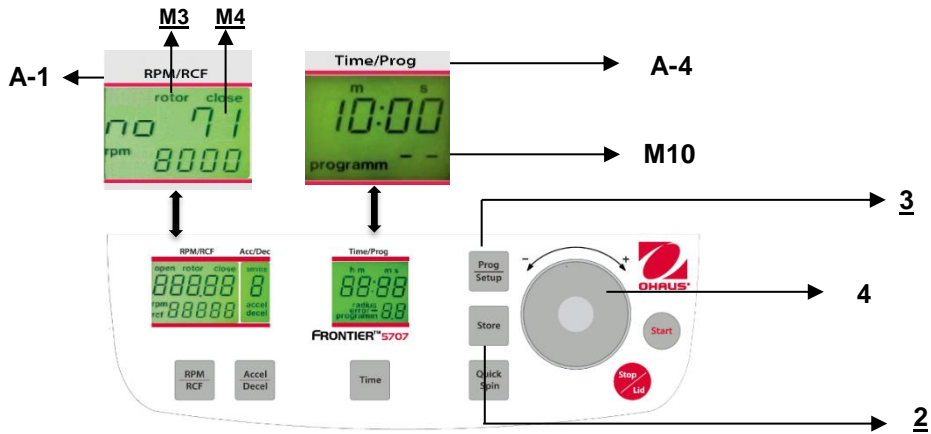

Figure. 23
Pour rappeler des programmes mémorisés, appuyer sur la touche **"Prog/Setup"** (3) (voir la figure 23) alors que le couvercle est déjà fermé. Sur l'affichage **"Time/Prog"** (A-4), le mot **"programm -"** (M10) apparaît. Le numéro de programme désiré peut être présélectionné avec le cadran de réglage (4). Sur les affichages respectifs, les valeurs mémorisées de ce programme apparaîtront.
Pour quitter le mode de programmation, appuyer simplement sur la touche "**Prog/Setup**" (3) (voir la figure 23). Sur l'affichage "**Time/Prog**" (A-4), le mot "**programm**"(M10) apparaîtra.